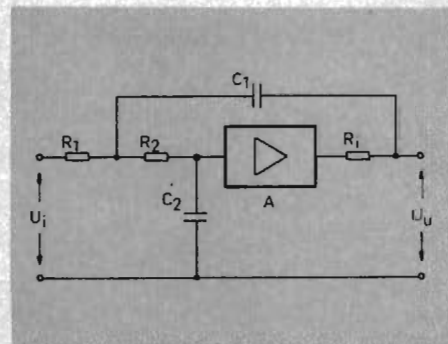

Fig. 1
De filter som behandlas i det följande tillhör kategorin motkopplade förstärkare och är en vidareutveckling av två konstruktioner som angivits av Sallen och Key (1)¹ och Fryer (4), där förstärkarelementen har kompletterats med inre motståndet R_i . Se fig. 1.
Det aktiva RC-nätet i fig. 1 har en överföringsfunktion för spänning $H(p) = U_u/U_i$, som med försummande av förstärkarelementets inre motstånd R_i är
Med beteckningarna $\omega_1 = 1/R_1 C_1$ och $\omega_2 = 1/R_2 C_2$ för nätet i fig. 1 blir motsvarande dimensionering $A=1$, $R_1=R_2$, $C_1=2C_2$, varvid $\omega_1 = \omega_2 = 1/R_1 C_1$. Gränsfrekvensen för 3 dB dämpning är $\sqrt{2}\omega_1$. Detta är en enkel och tekniskt tilltalande dimensionering av ett filter.
Singularitetsdiagram för aktivt RC-filter av lågpasstyp enligt fig. 1
Pole-zero representation of second order active RC-filters of low-pass type, left, and high-pass type, right, corresponding to Fig. 1 and 2 respectively.